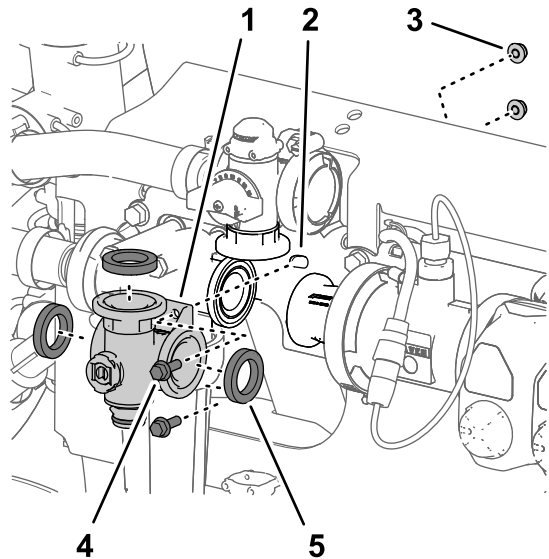

Bild 109
3. Entfernen Sie die zwei Bundkopfschrauben ($\frac{1}{4}$ " x $\frac{3}{4}$ ") und die zwei Sicherungsbundmutter ($\frac{1}{4}$ "), mit denen der Rührwerkventilverteiler an der Ventilstütze befestigt ist (Bild 109).
4. Nehmen Sie den Rührwerkventilverteiler und die Dichtungen von der Maschine ab (Bild 109).